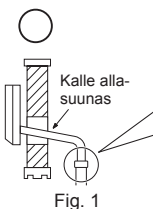

Fig. 1
- Äravooluvoolik peaks voolu paremaks ärajuhtimiseks olema suunatud allapoole. (Fig. 1)